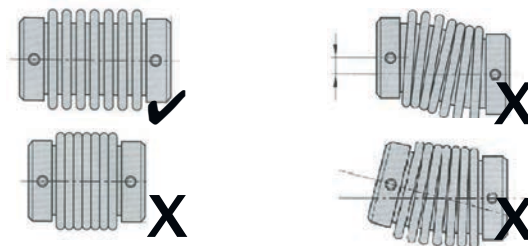

Abbildung 1: Koaxialität
- Lösen der 2 Innensechskantschrauben (1) am Klemmring (2) mit einem Innensechskantschraubenschlüssel Schlüsselweite = 1,5.
- Anbauhinweis Abb. 1 beachten. Min. = 6 mm, max. = 21 mm.
- Drehmomentstütze (3) mit 2 Schrauben M3 und U-Scheiben befestigen (4). Dabei sicherstellen, dass das Anzugsmoment so gewählt wird, dass ein Verdrehen des Encoders nicht möglich ist.
- Beide Innensechskantschrauben (1) am Klemmring (2) leicht anziehen (Anzugsmoment 0,2 Nm) danach festziehen. Anzugsdrehmoment = 0,6 Nm.